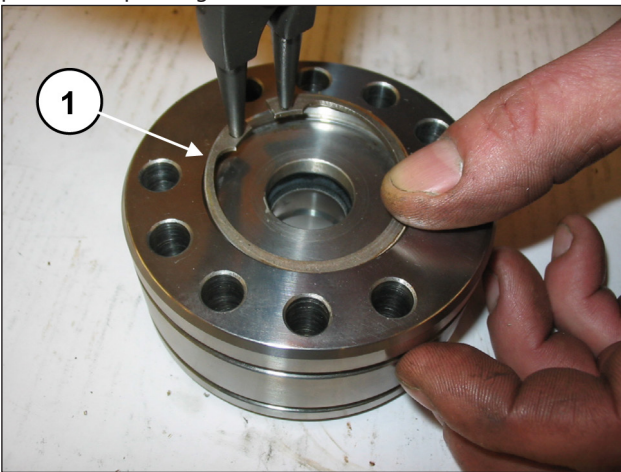
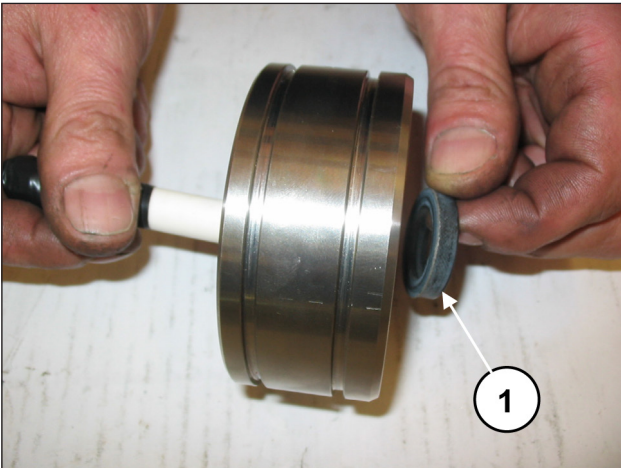

Fig. 126
Fig. 127
Déposer l'anneau Seeger et l'anneau de retenue des joints d'étanchéité (rep. ①, Fig. 126) puis utiliser une goupille en plastique pour dégager le joint d'étanchéité LP (basse pression) (rep. ①, Fig. 127).